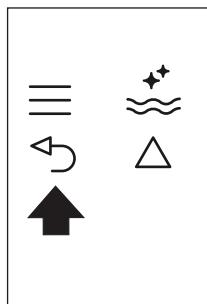

Fig. 25
- Prima duas vezes o ícone X (B6) (Fig. 25) para sair do menu.